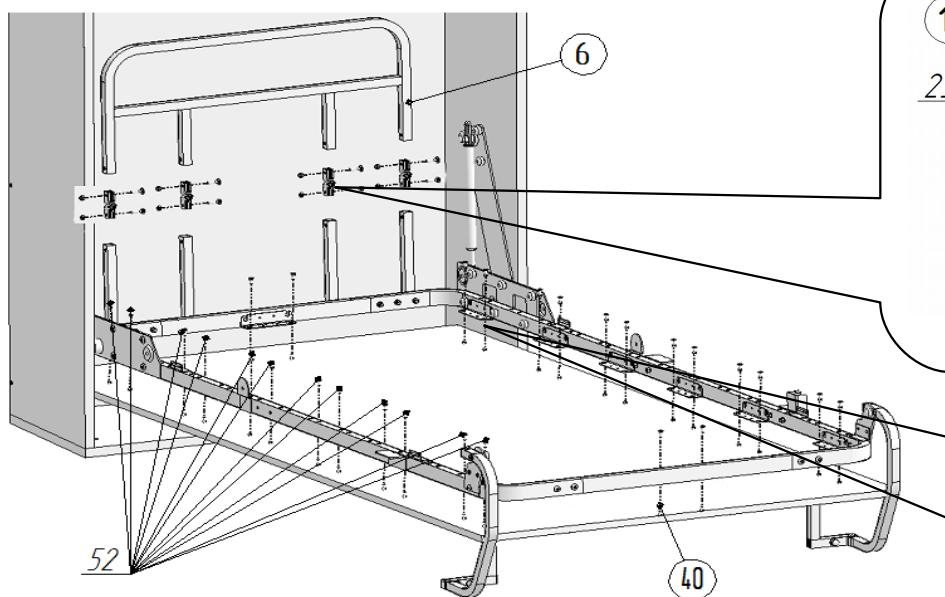

Рис.9.1
11. Установить шарниры поз. 11 в бортик поз.6 и стойки бортика поз.9 (рис.9.1 и 9.2). Закрепить, используя Винт M6x25 поз.16, гайку M6 со стопорным кольцом поз.23.
Окончательно закрепить декоративные щиты на раме, используя саморезы Ø4x16 поз.52 (рис.9.1).